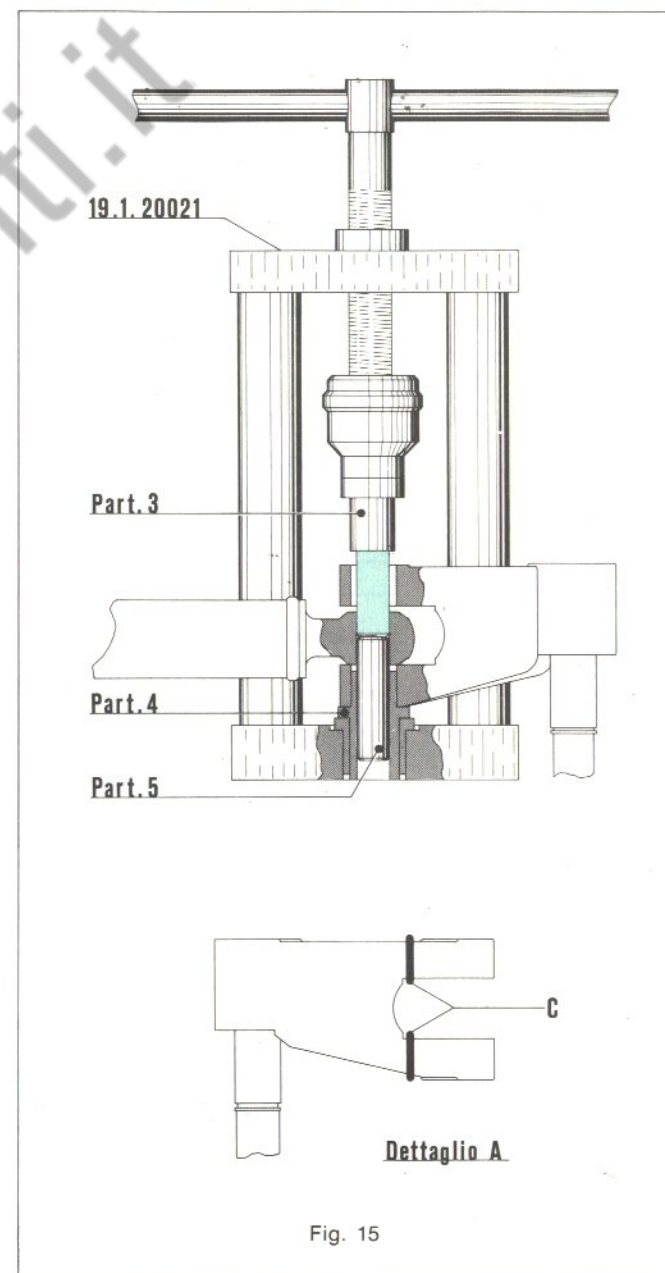
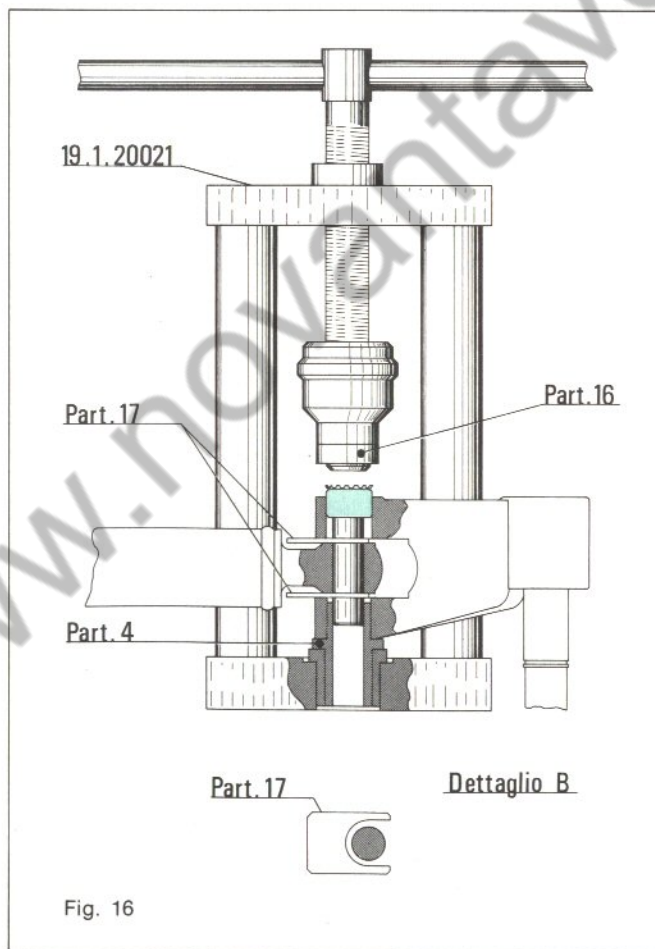

Fig. 15
Fig. 16
Montaggio spinotto (Fig. 15).
N. B. - Prima di procedere al suddetto collegamento montare i due anelli parapolvere «C» sul mozzetto oscillante come rappresentato nel dettaglio «A» di fig. 15.
— Applicare l'attrezzo 19.1.20021, munito sullo stelo del particolare 3 e del particolare 4 sul fondo dell'attrezzo, come rappresentato in fig. 15. Inserire lo spinotto, preventivamente ingrassato con lubrificante a base di **polvere di Molykote** oppure **Molubrol mescolata a sego**, sul mozzetto oscillante e agire sull'impugnatura dell'attrezzo fino a portare il particolare 3 a battuta sul tubo sterzo. Completato il montaggio dello spinotto introdurre, con leggeri colpi di mazzuolo i due distanziali particolare 17 (Ved. fig. 16).
Montaggio anelli di tenuta e boccole a rullini tipo «NADELLA» complete di rosette d'incuneamento (Fig. 16).
— Togliere dall'attrezzo 19.1.20021 il particolare 5 (di guida), parzialmente espulso nella precedente fase di montaggio dello spinotto (fig. 15), lasciando sempre montato il particolare 4.
— Ripetere l'operazione sopra descritta, impiegando l'attrezzo sempre munito sullo stelo del particolare 16 e del particolare 22 in sostituzione del particolare 4, sul lato opposto a quello rappresentato in fig. 16 per il montaggio del secondo gruppo rosetta d'incuneamento - boccola a rullini - anello di tenuta.
— Impiegare l'attrezzo munito dei particolari 3 e 4, come già rappresentato in fig. 15 per il montaggio dello spinotto, e spingere mediante l'impugnatura
— Togliere a questo punto i due distanziali (particolari 17 fig. 16) e, dopo avere completamente riempito con grasso «FIAT Z2» il vano compreso tra i «NADELLA» - tubo sterzo e mozzetto oscillante, spostare gli anelli parapolvere («C» fig. 15); fino a posizionarli nel suddetto vano.